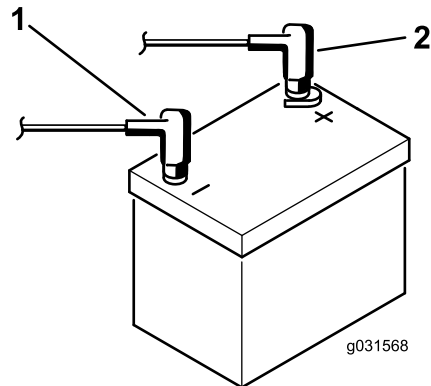

图 4
- 使用螺栓和螺母将正极接线红色连接到正极+电池端子负极接线黑色连接到负极-电池端子图 4。